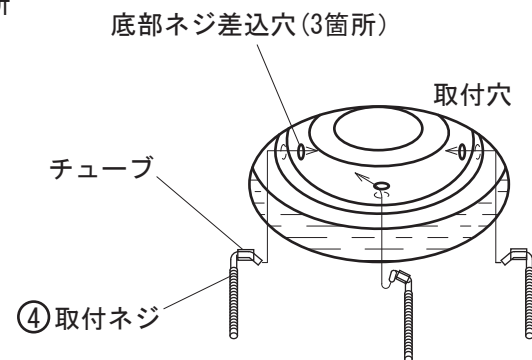

図3 (カウンター裏面より)
- 3) カウンター裏面より取付穴からボウル裏面の底部ネジ差込穴へ④取付ネジ(チューブ付)のフック部を計3箇所引っ掛けます。(図3参照)